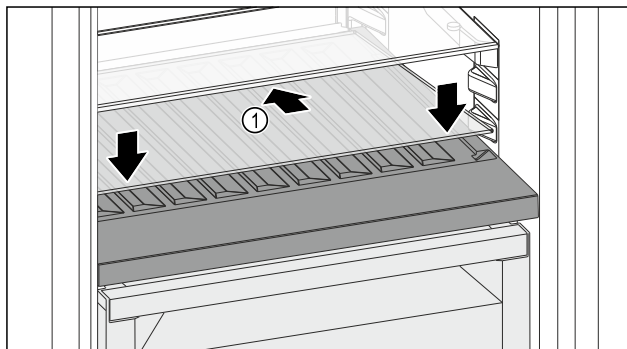

Fig. 118
- ▶ Sett på glassplaten Fig. 118 (1) skrånnet og vippet bakover ned.
- ▶ Senk glassplaten Fig. 118 (1) foran.